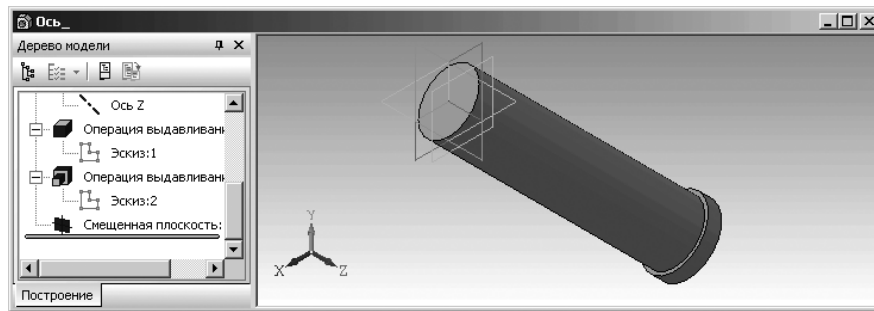

Рис. 1.73. Окно модели стержня оси с буртиком в изометрическом виде с окном **Дерево модели** и построенной **Смещенной плоскостью**
- щелкните на **Специальной панели управления** по кнопке  – **Создать объект** или нажмите комбинацию клавиш **Ctrl+Enter**. Появится **Смещенная плоскость**. Одновременно в окне **Дерево модели** появится пункт **Смещенная плоскость:1** (рис. 1.73);